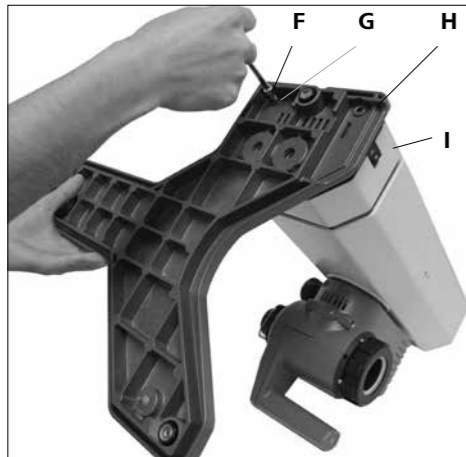

Fig. 7
#### 1.) 리프트에 리프트 고정 패널 설치 (Fig. 7)
- 포장을 푼 후에 원통형 M6X25 (F) (4x) 톱니 와셔 M6(G) (4x)를 적용하여 리프트 장치(I)가 있는 베이스(H)를 장착할 수 있습니다.(Fig. 7)